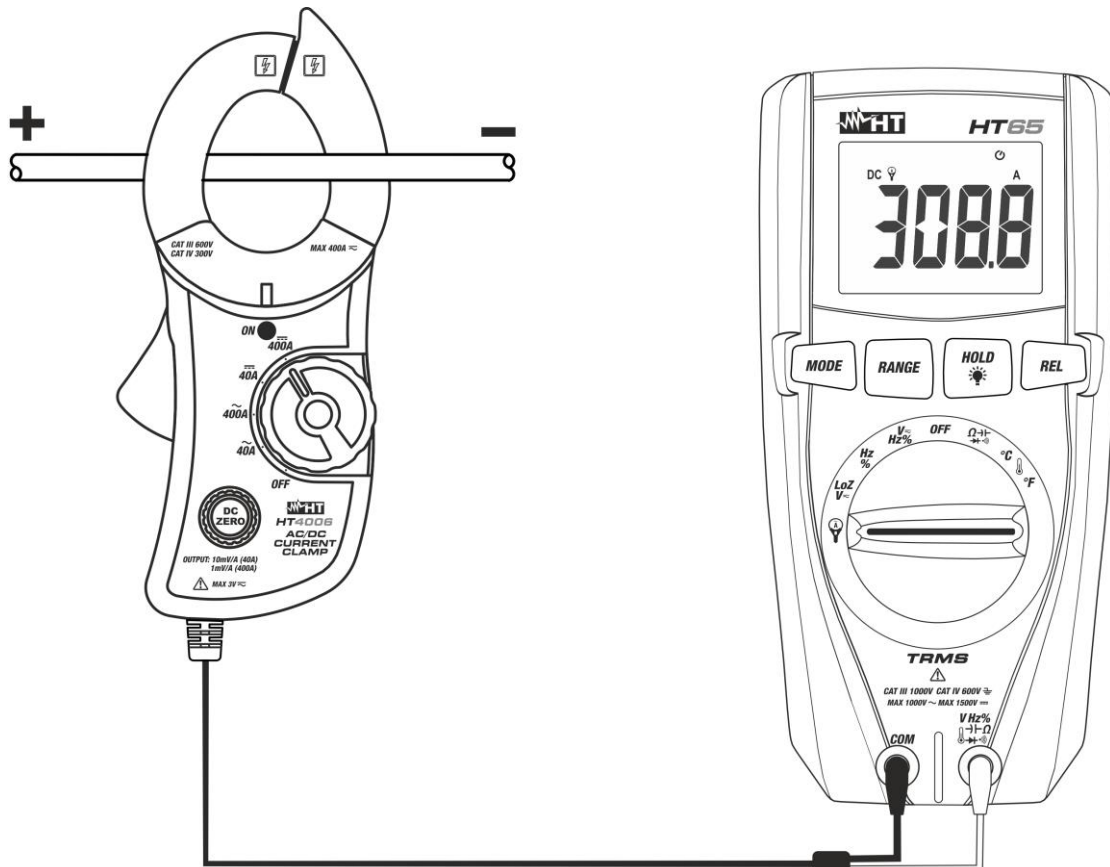

Fig. 10: Uso del instrumento para la medida de corriente CC con transductor de pinza
5. Inserte el cable en el interior del maxilar (ver Fig. 10). El valor de la corriente es mostrado sobre el visualizador
4. Inserte el cable en el interior del maxilar (ver Fig. 10). El valor de la corriente se muestra sobre el visualizador